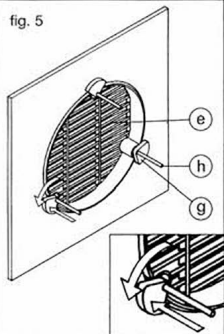

fig. 6a
- vitre de 3 à 14 mm: Fig. 6a.